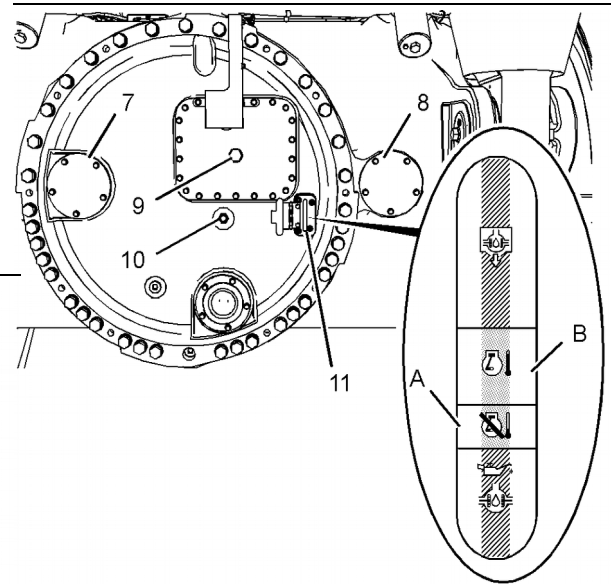

Ilustración 159
Nota: Hay que comprobar y mantener el nivel del aceite del diferencial y del mando final a la temperatura de operación. Después de que se haya cambiado el aceite en el diferencial y los mandos finales, puede ser necesario un ajuste del nivel del aceite cuando el camión alcance la temperatura de operación. Cuando el diferencial y el aceite del mando final están a la temperatura de operación y la bomba de la lubricación para el eje trasero está activada, el nivel de aceite debe estar en la gama verde (B) de la mirilla (10). Vea la Ilustración 159.